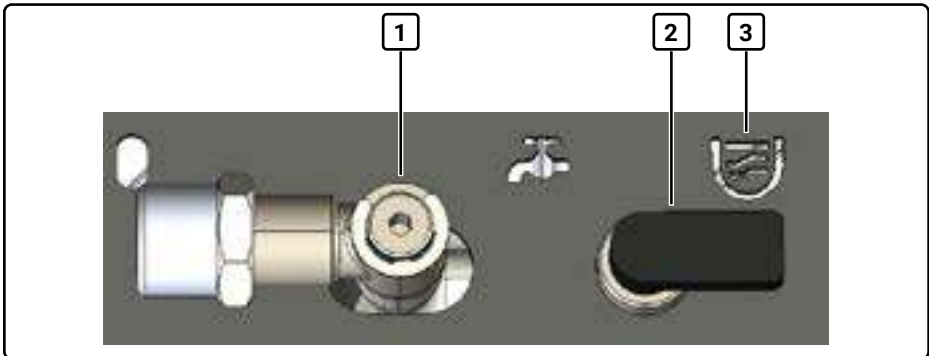

Abb. 4 Ansicht von unten: Drehventil in Wassertankmodus-Stellung
1. Drehventil (2, Abb. 4) in die Wassertankmodus-Stellung (3, Abb. 4) bringen. Das Ventil zeigt zur Außenseite der Maschine.